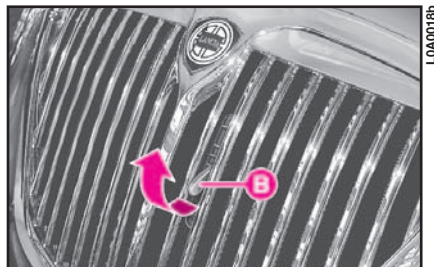

fig. 213
3) Sollevare la leva **B** (fig. 213) per svincolare il cofano dal gancio di sicurezza.